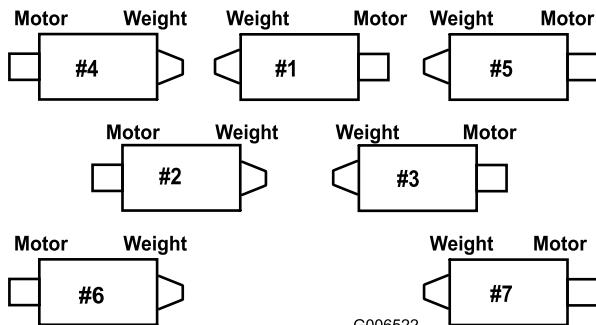

Figura 10
**Nota:** Consulte Figura 10 para determinar qual é o número do braço de elevação descrito.